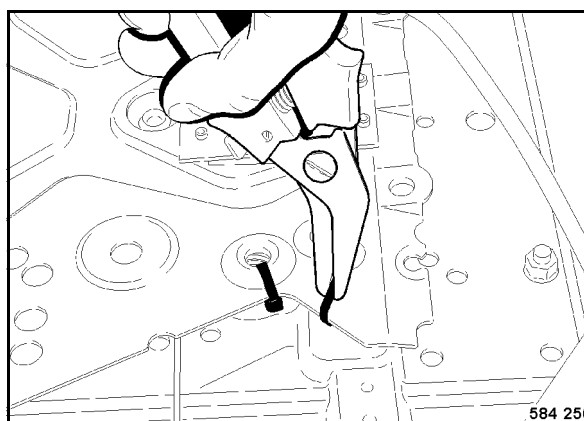

Fig. 215
- Retirar todas las cintas para cable en la consola del asiento (Fig. 215) para activar el conmutador de contacto de asiento.